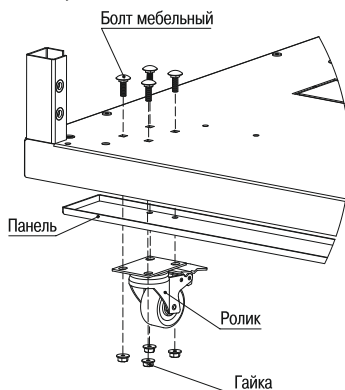

Рисунок 16
3.5.1 Для монтажа роликов в основании шкафа необходимо отвернуть панель, совместить посадочные отверстия ролика и панели с осями мебельных болтов, затем притянуть их к основанию гайками (рисунок 16). Допускается одновременная установка шкафа на регулируемые опоры и на ролики. В этом случае опоры крепятся к основанию так, как описано в 3.1.1.